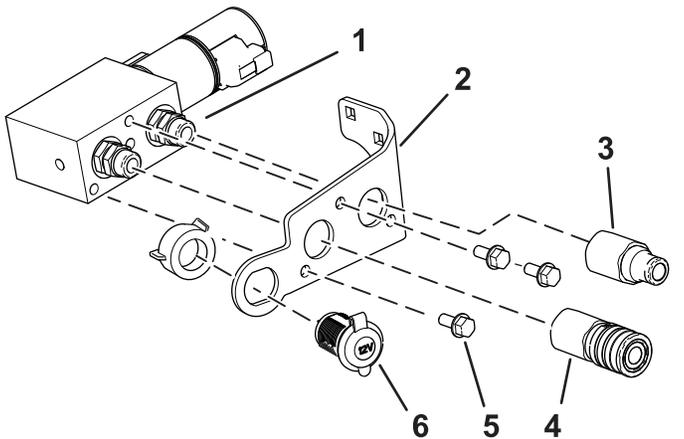

Figure 1
1. Montez les raccords hydrauliques mâle et femelle sur le collecteur (Figure 1).
2. Retirez l'écrou en plastique afin de vous en servir pour fixer la prise 12 V sur le support (Figure 1).
3. Fixez le support sur le collecteur à l'aide de 3 boulons (5/16 x 3/4 po); voir Figure 1.